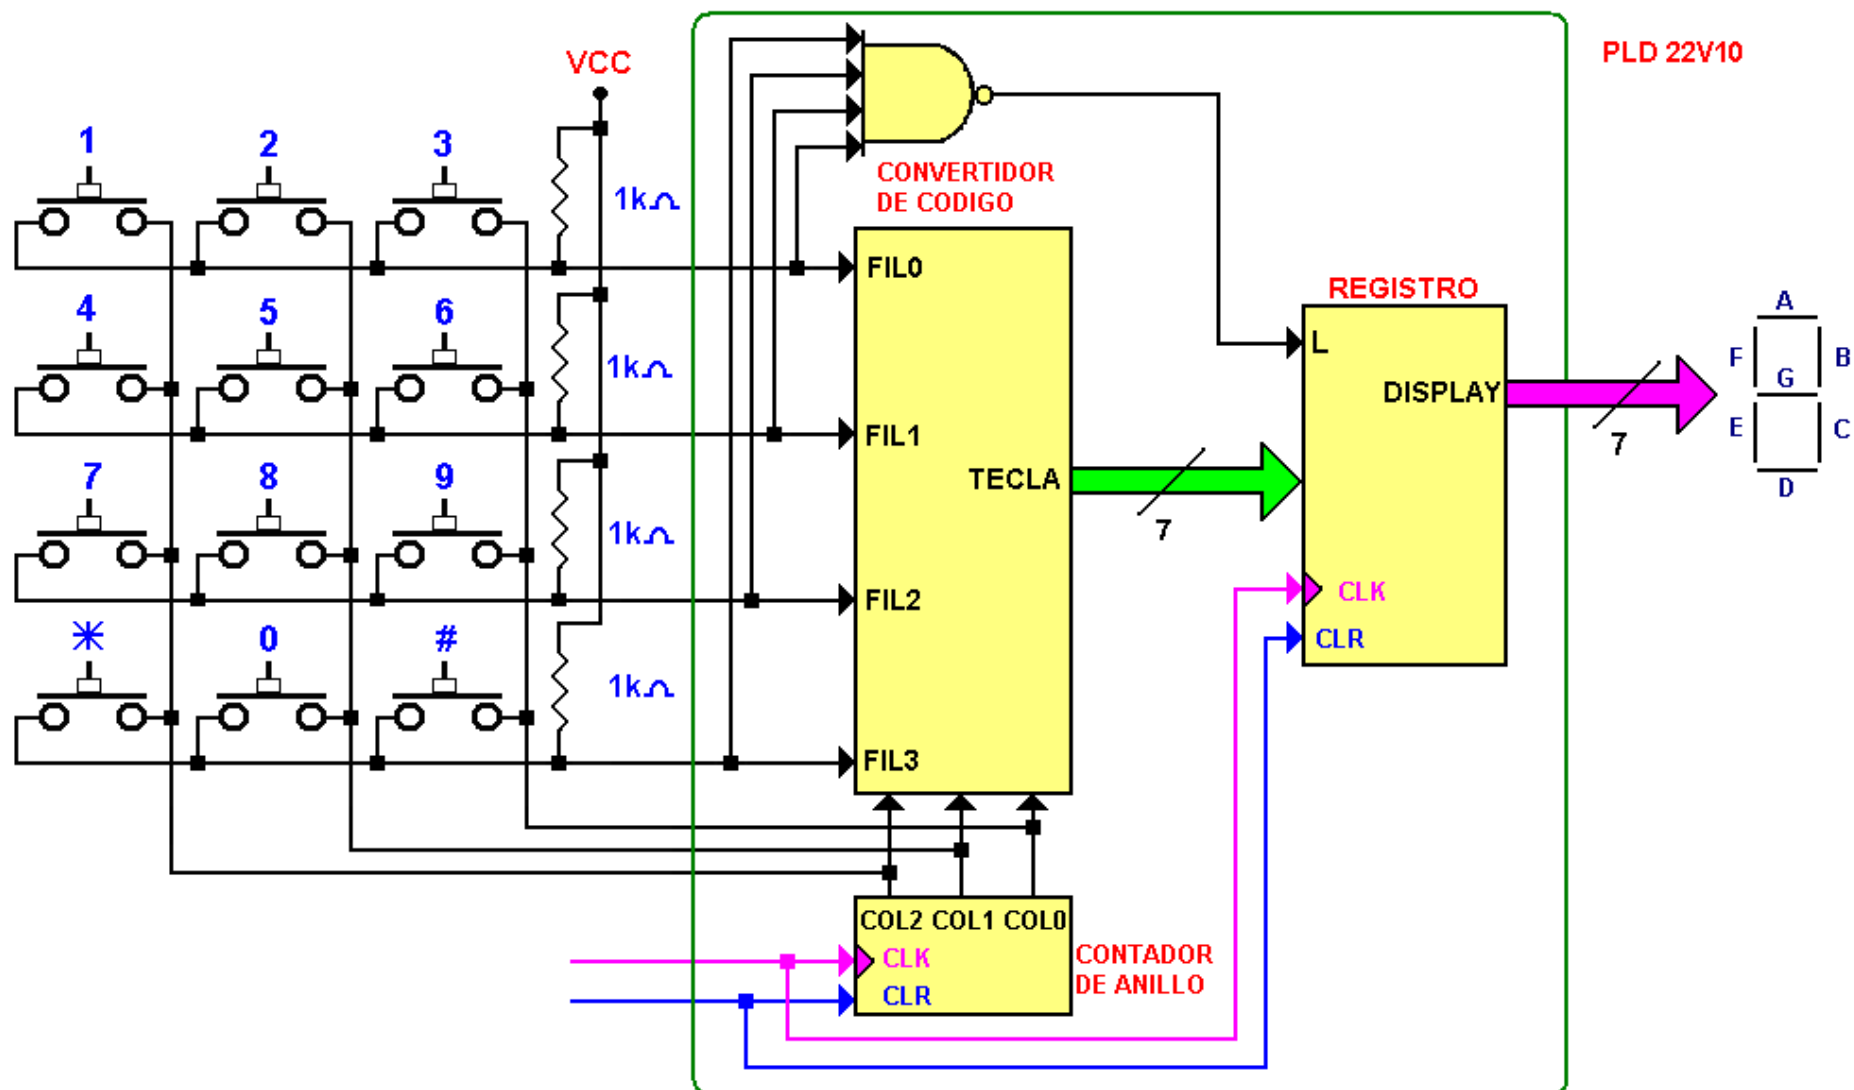

Ilustración 2 Diagrama a bloques del diseño.
1. Realizar un programa en HDL que permita implementar el diseño mostrado en el diagrama a bloques de la ilustración 2.